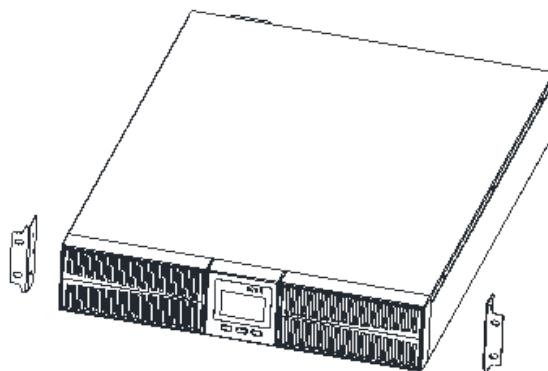

FIGURA. 2.14. INSTALACIÓN DE OREJAS DE MONTAJE
1. Fije las orejas de montaje a los orificios laterales del UPS mediante los tornillos incluidos en el empaque, las orejas deben mirar hacia adelante; consulte los diagramas. Deslice la unidad UPS en los rieles previamente montados en el Rack (bastidor), fije el UPS al bastidor con tornillos. Figura 2.14.